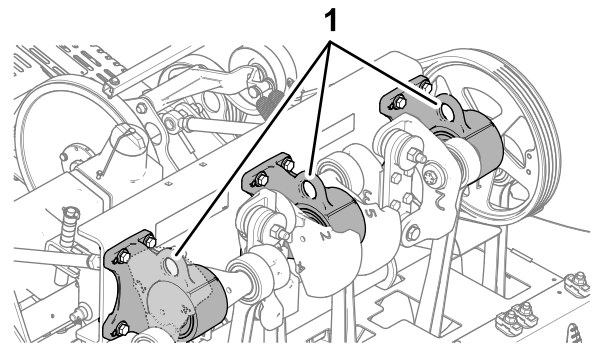

图 129
**注意** 如果可行请用起重机提起机器的后部。用打孔头轴承壳体内的孔眼作为起重机连接点 图 129。